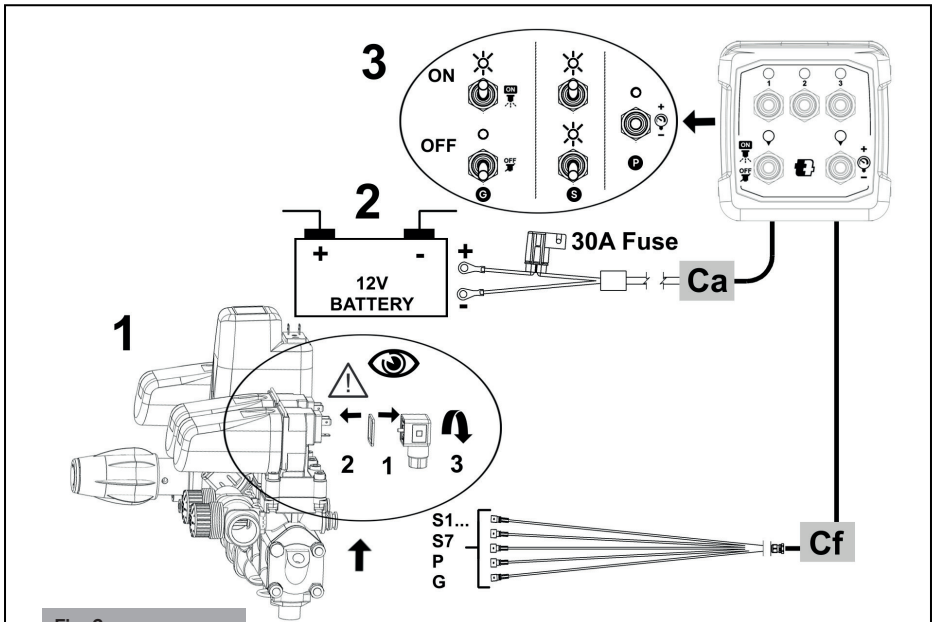
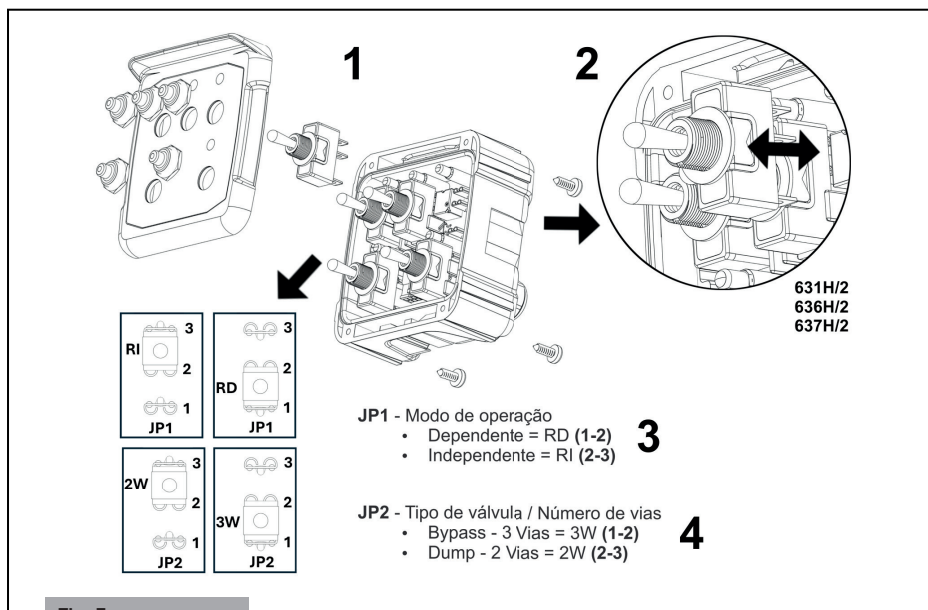

Fig. 2
Fig. 3
Klepaansluiting (Fig. 2)
Stroomkabel – Ca (Fig. 2)
3. Sluit de M8 oogaansluiting van de rode draad (30A zekeringpoort) aan op de positieve "+" pool en de zwarte draad op de negatieve "-" pool van de accu (2, Fig. 2).
BEDIENING (Afb. 2, Afb. 3 en Tab.1)
Schakelaars S1 tot S7 : Opent of sluit de bijbehorende sectieklep (3, Afbeelding 2 en Tabel 1)